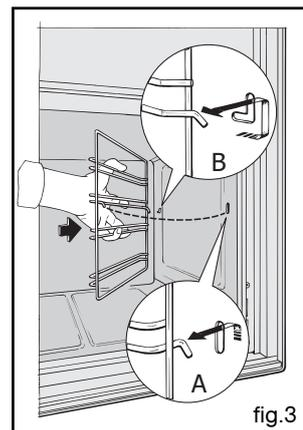

fig.3
• Plat lèchefrite fig.3
Décrochez le gradin fil (B Fig.4) à l'avant en le soulevant (schéma A Fig.3). Tirez vers soi l'ensemble du gradin, le soulever afin de décrocher l'attache de fixation arrière (schéma B Fig.3). Le sortir des 2 trous (C Fig.4) de la paroi catalytique et du moufle du four. Retirez ensuite la paroi catalytique (A Fig.4). Remplacez les nouveaux éléments (parois et/ou gradins) en effectuant les opérations inverses.
Relâchez ensuite la manette, la flamme persiste (Fig.3).